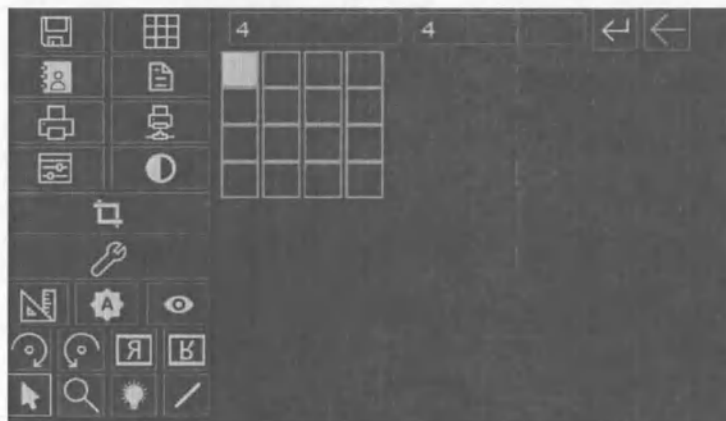

Рис. 86 Выбор раскладки
- Откроется панель с динамической сеткой разбивки области изображений (Рис. 86 Выбор раскладки);